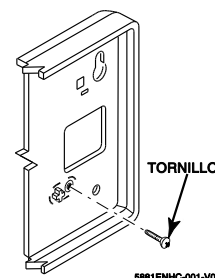

Figura 3. Protección contra manipulación
- c. Si instala un 5881ENHC, instale un tornillo de cabeza plana (provisto) en la pestaña de manipulación de la caja como se muestra en la Figura 3. Cuando el receptor se retira de la pared, la pestaña de manipulación se romperá y permanecerá en la pared. Esto activará un interruptor de seguridad contra manipulación en el receptor y provocará la generación de una señal de manipulación. Tenga en cuenta que esta señal también se generará cuando se retire la tapa frontal del receptor.